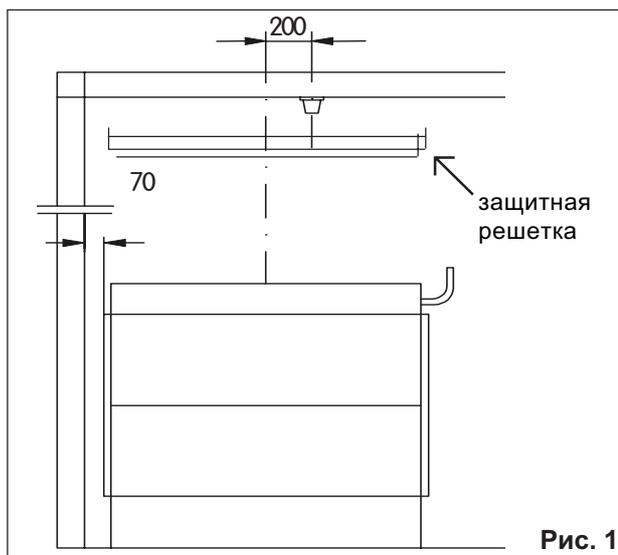

Рис. 1
- Поставленную в комплекте защитную решетку необходимо смонтировать над печью на верхнем краю перегородки к задней стенке сауны (Рис. 1+2).